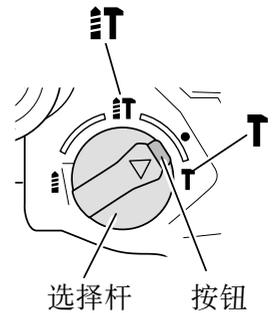
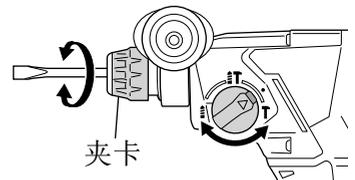

图 23
图 24
- (1) 安装尖钻或冷镗。
- (2) 按下按钮，并将选择杆调整至 **T** 记号和 **T** 记号的中间(图 23)。松开旋转，旋转夹卡并将冷镗调整至所需位置(图 24)。